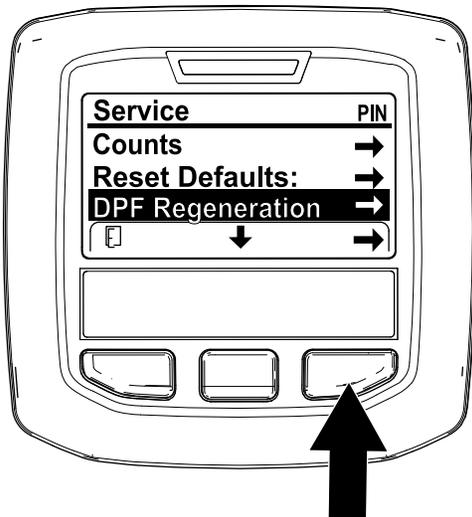

Figura 34
1. Accedete al menu Manutenzione (Service) e premete il pulsante centrale per scorrere il menu verso il basso fino all'opzione DPF REGENERATION (Figura 34).
2. Premete il pulsante destro per selezionare la voce DPF Regeneration (Figura 34).